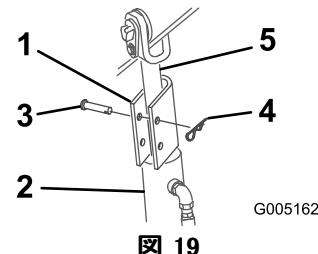

図 19
4. ローダームのシリンダロックを各昇降シリンダロッドにはめる（図 19）。
5. 各ローダームのシリンダロックをクレビスピンとコッターピンで固定する（図 19）。